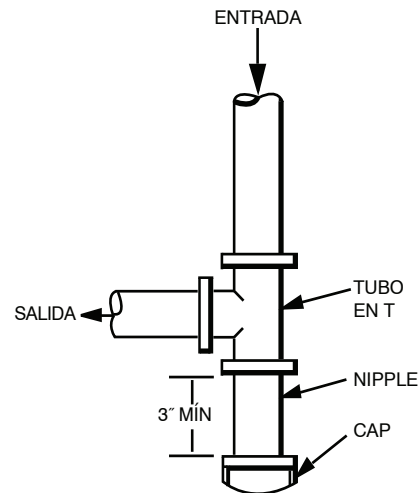

Fig. 7 – Trampa de sedimentos
4. Instale una trampa de sedimentos en la tubería vertical que lleva a la sección de calefacción (consulte la Fig. 7). Esta pata de goteo funciona como una trampa para la suciedad y el condensado.